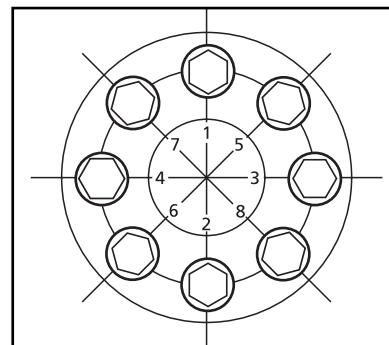

Figura 1: Secuencia de montaje
- b) Posicionar el sistema e iniciar el apriete de los tornillos en el orden indicado en la figura 1, hasta iniciar el contacto.
- d) Fijar el valor de apriete de la llave dinamométrica a la mitad del valor nominal y proceder en el orden indicado en la figura 1.